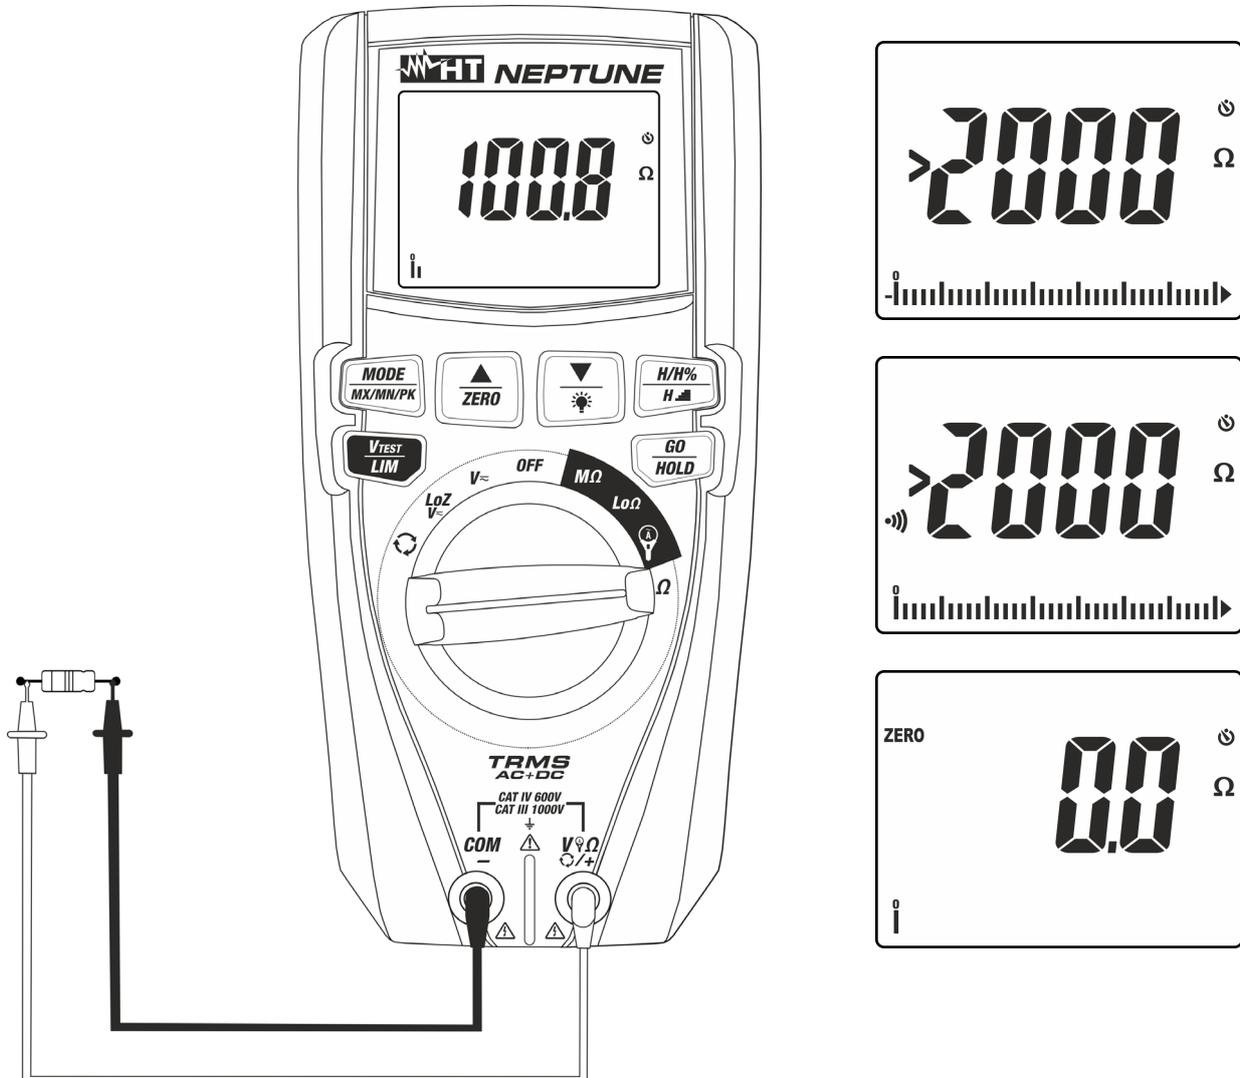

Fig. 9: Uso do instrumento para medir Resistências e efetuar o Teste de Continuidade
4. Colocar as ponteiros nos pontos pretendidos do circuito em exame (ver Fig. 9). O valor da resistência é apresentado no display
5. Se no display aparecer a mensagem “>2000 Ω ” (ver Fig. 9) atingiu-se o fundo de escala do instrumento